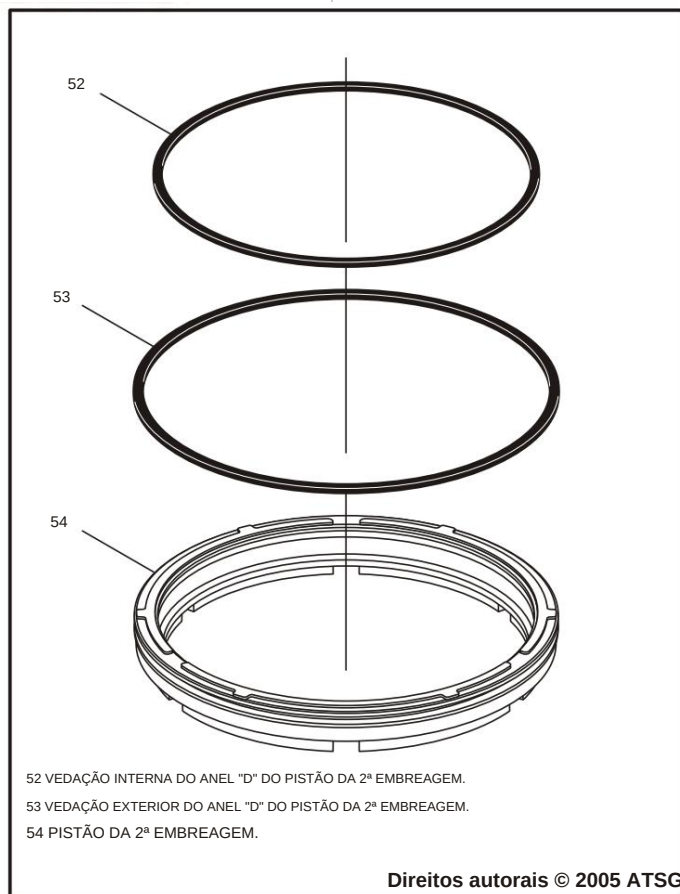

Figura 106
5. Instale novos anéis de vedação "D" internos e externos no pistão da 2ª embreagem, conforme mostrado na Figura 106, e lubrifique com uma pequena quantidade de Trans-Jel®.